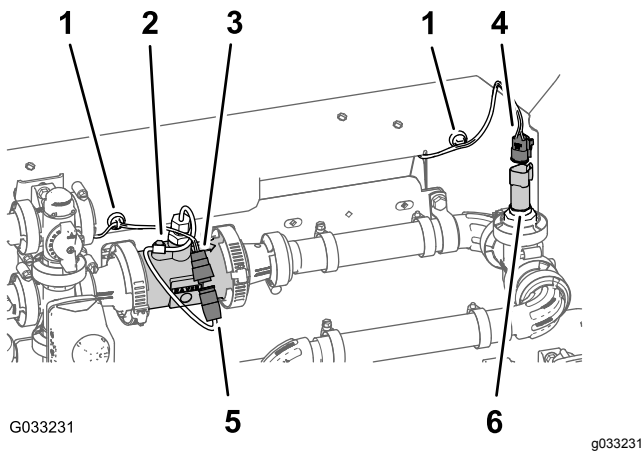

Figura 101
1. Enrute los conectores de la rama de 203 cm del arnés de cables etiquetados **Flow Meter** (caudalímetro) y **Pressure Transducer** (transductor de presión) por detrás del soporte del distribuidor (Figura 101).
- Conecte el conector hembra de 3 vías de la rama de 203 cm del arnés de cables del caudalímetro (sin etiquetar) en el conector de 3 pines del arnés del caudalímetro (Figura 101).
- Conecte el conector hembra de 3 vías de la rama de 203 cm del arnés de cables etiquetado **Pressure Transducer** en el conector de 3 pines del arnés del transductor de presión (Figura 101).
- Fije los anclajes magnéticos de los arneses del caudalímetro y el transductor de presión en la superficie del soporte del distribuidor (Figura 101).